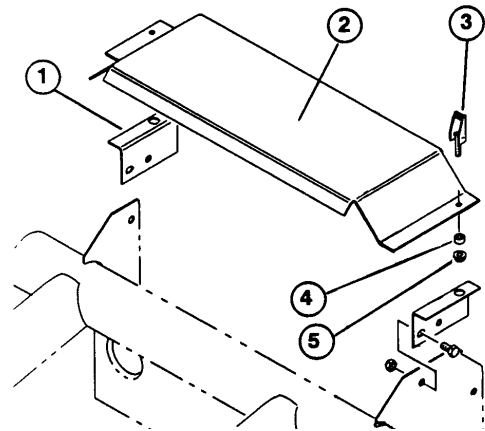

Fig. 1
2. Montare sul telaio la staffa sinistra del coperchio con (2) viti mordenti 5/16-18 x 5/8" e controdadi (di corredo).
4. Inserire un dispositivo di chiusura in ciascun foro di montaggio del coperchio del radiatore, come illustra la Fig. 1. Fissare i dispositivi di chiusura a ciascun lato con un anello di tenuta in gomma ed un dado di plastica.